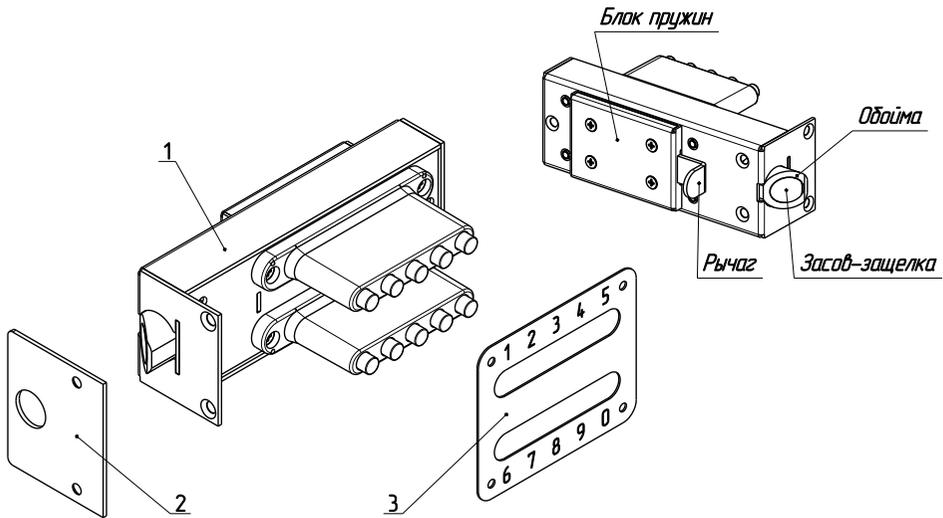

Рис.1
6.2. Для смены кода необходимо отвернуть 4 винта и снять блок пружин с рычагом (рис.1).